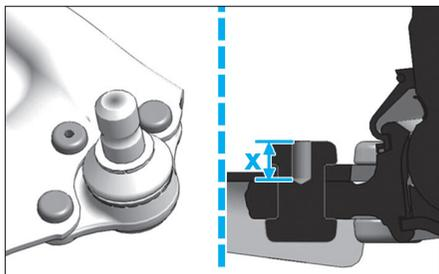

Fig. 28
- A l'aide d'un foret de 3 ou 4 mm, prépercer dans l'axe du rivet et sur une profondeur X = 10 mm (Fig.28), les 3 rivets.